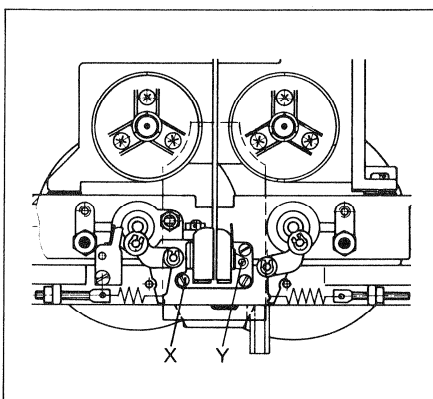

Fig. 5.5
- Mit Schraube X (Fig. 5.5) den Ausgangspegel beider Kanäle auf maximale Ausgangsspannung einstellen.
- With screw X (Fig. 5.5), adjust the output level of the two channels for maximum output voltage.
- Réglez à sa valeur maximale le niveau de sortie des deux canaux grâce à la vis X (fig. 5.5). (Pour effectuer ce réglage, on peut se servir d'un phase-mètre et régler à l'erreur de phase minimale.)
- Mit Kreuzschlitzschraubendreher Grösse 00 Schraube Y (Fig. 5.5) so einstellen, dass für beide Kanäle ein Pegelmaximum erreicht wird (minimale Phasendifferenz).